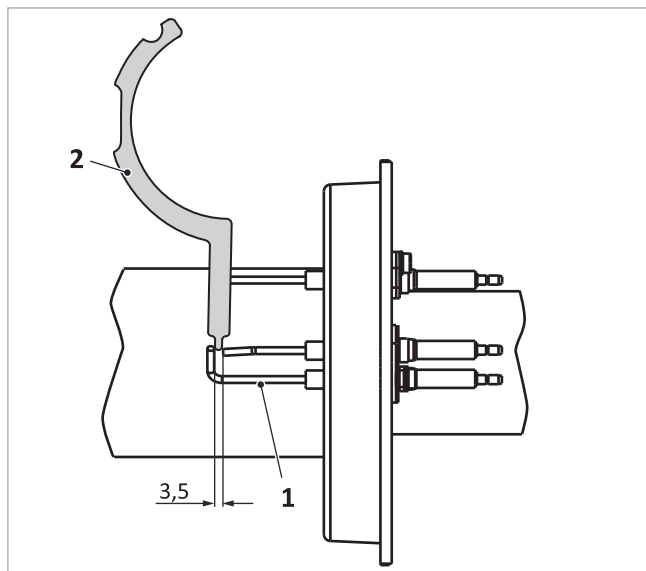

Abb. 50: Abstand Elektrode zur Masse an der Zündelektrode
2. Abstände der Ionisationselektrode mit Hilfe einer Elektrodenlehre → Abb. 50 (2) überprüfen (ggf. durch vorsichtiges Biegen korrigieren).
- Elektroden untereinander → Abb. 50 (1): 3,5 mm